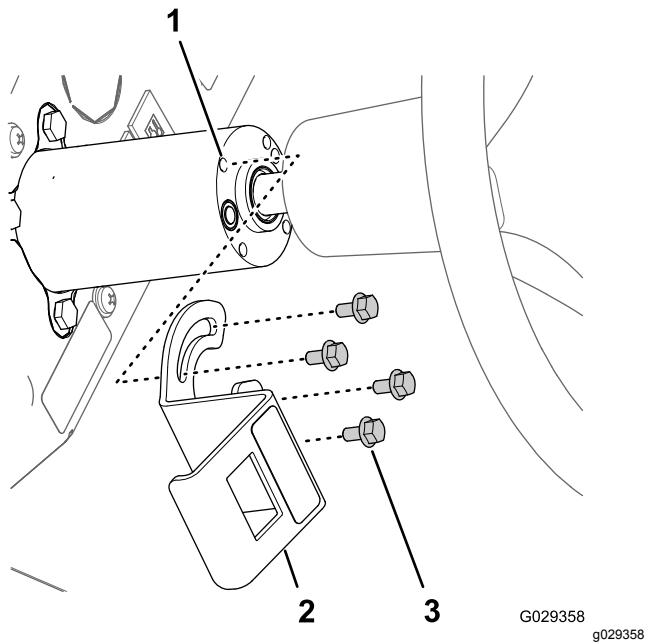

Bild 208
- Fluchten Sie die Schlitze in der Befestigungshalterung für den Schaumsteuerschalter mit den vier Gewindestützen in der Lenksäule aus (Bild 208).
3. Fluchten Sie den 8-Buchsen-Stecker durch die Öffnung in der Halterung aus und schließen den Stecker an den Stiften (Bild 208) hinten am Schiebeschalter mit drei Stellungen (Schaumsteuerschalter) an.